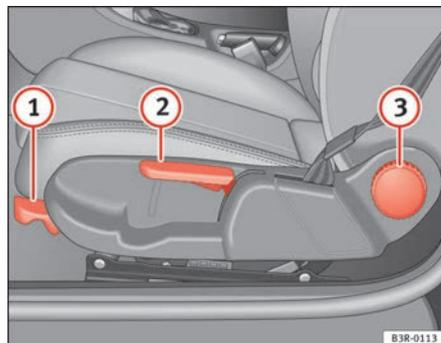

Fig. 104 Commandes du siège conducteur
- Tirez le levier ① ⇒ fig. 104 vers le haut et avancez ou reculez votre siège.
- Relâchez le levier ① et déplacez encore le siège jusqu'à ce que le dispositif de verrouillage s'enclenche.
- Tirez le levier ② ⇒ fig. 104 à plusieurs reprises vers le haut jusqu'à ce que la position souhaitée soit atteinte.
- Tournez la molette  ⇒ page 136, fig. 104 pour régler l'inclinaison du dossier.